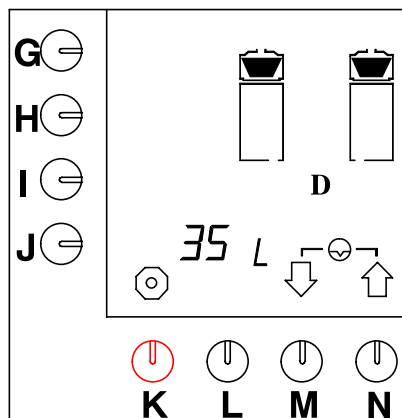

Fig. 40 Dagteller koffiezetstelsel resetten
- Druk op selectietoets (M.)↓ tot fig. 40 in het display verschijnt.